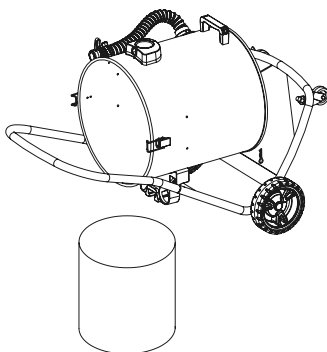

Fig. 15 – Removendo o material aspirado
- Na aspiração de sólidos todo o material aspirado fica armazenado no reservatório, e pode ficar nele até o final da operação. Quando o material aspirado atingir o nível máximo, o aspirador perderá a capacidade de sucção gradativamente e mudará seu ruído. Quando isso acontecer remova o material aspirado do reservatório e continue a operação, Fig. 15.